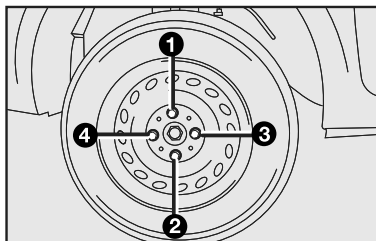

fig. 10
- apertar a fundo os parafusos, passando alternadamente de um parafuso ao diametralmente oposto, segundo a ordem ilustrada na **fig. 10**.
- utilizando a chave de roda fornecida, apertar a fundo os parafusos segundo a ordem representada na **fig. 10**;